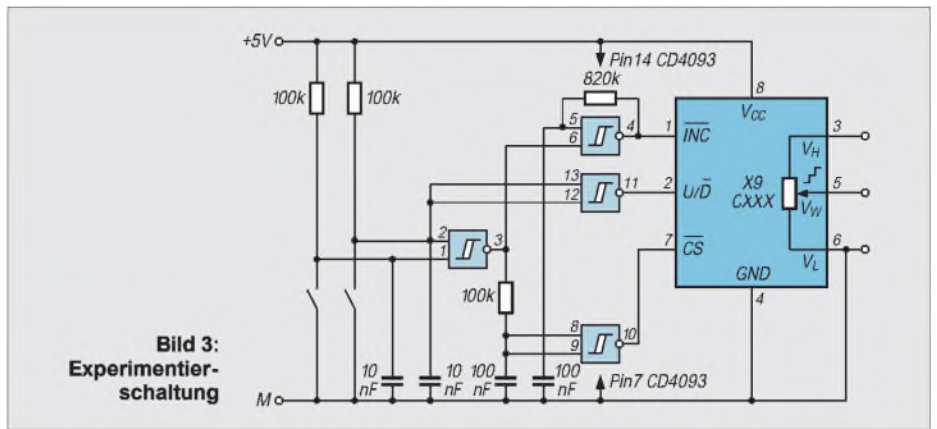

Bild 3: Experimentierschaltung
Die gesamte Ansteuerschaltung kann mit einem CMOS-Schaltkreis aufgebaut werden. Bild 3 zeigt die Ansteuerschaltung. Sie entspricht weitestgehend der vom Hersteller vorgegebenen Schaltung. Da die verwendeten Taster durch RC-Glieder entprellt werden, ist der Einsatz von Gattern mit Schmitt-Trigger-Eingangseigenschaften von Vorteil. Hier bietet sich der CD 4093 bzw. falls noch vorhanden der V(U) 4093 an.